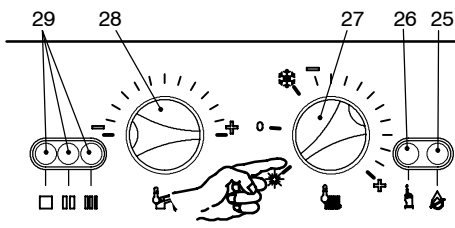
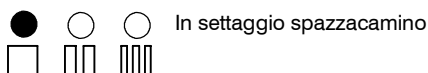
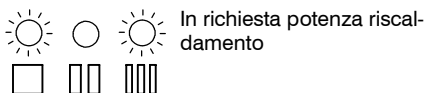

fig. 7.2
fig. 7.3
fig. 7.4
- 5 Alimentare elettricamente la caldaia azionando l'interruttore bipolare previsto nella installazione; la lampada di segnalazione 29 in fig. 7.2 lampeggia ogni 4 secondi.
- 6 Posizionare il selettore 27 come indicato in fig. 7.2; la lampada di segnalazione 29 lampeggia ad intermittenza circa ogni 2 secondi.
- 8 Tenere premuto il pulsante di ripristino 26 in fig. 7.2 per circa 10 secondi, la lampada di blocco 25 in fig. 7.2 inizierà a lampeggiare.
- 9 Per settare la funzione *spazzacamino* le spie di segnalazione 29 in fig. 7.2 devono essere visualizzate come in fig. 7.3 (legenda spie a pag. 8)
- 10 Ripremere il pulsante di ripristino 26 in fig. 7.2 per circa 5 secondi, la lampada di blocco 25 in fig. 7.2 si spegne, mentre le spie di segnalazione 29 in fig. 7.2 lampeggiano in maniera richiesta potenza riscaldamento fig. 7.4